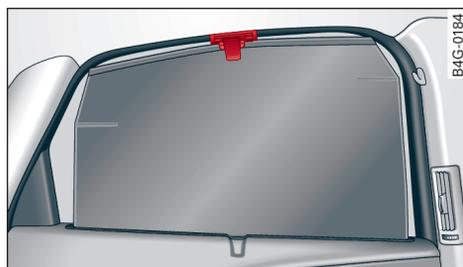

图 52 后座车门上已拉起的卷帘
- ▶ 拉出卷帘，然后将它挂在门框上部的固定架上 → 图 52。